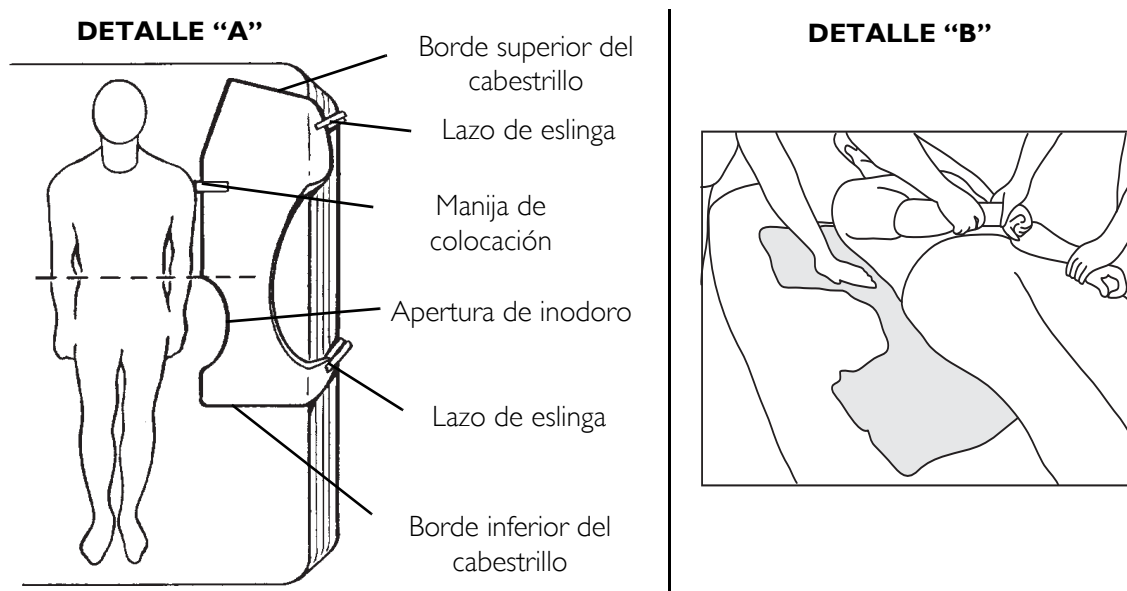
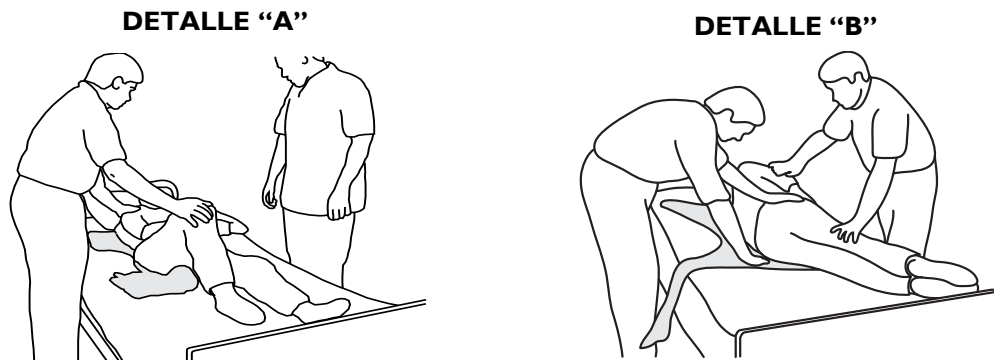

FIGURE 4.1 Posicionamiento de la eslinga estándar
FIGURE 4.2 Paciente del balanceo sobre su lado
NOTA: Para este procedimiento, consulte la FIGURE 4.1 and FIGURE 4.2 on page 63.
8. Con un asistente a cada lado de la cama y contra el colchón, el asistente del costado derecho de la cama elevará la rodilla izquierda y colocará su mano izquierda en la rodilla elevada y su mano derecha debajo del hombro derecho del paciente, empujando lentamente la rodilla y ayudará a levantar suavemente el hombro del paciente para girarlo de costado. Consulte el ejemplo “B” de FIGURE 4.2.